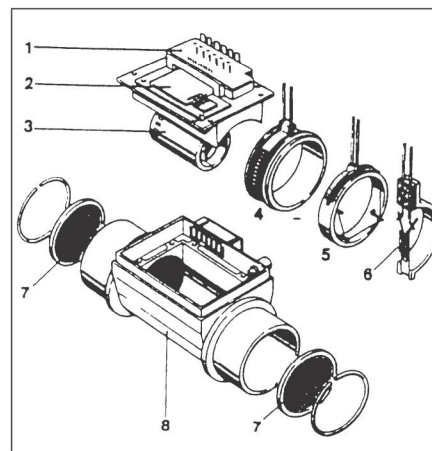

Рис. 3.23. Измеритель расхода воздуха
Количество впрыскиваемого топлива определяется ЭБУ-КСУД (17) в зависимости от объема и температуры поступающего воздуха, частоты вращения коленчатого вала двигателя, а так же от температуры охлаждающей жидкости. Основным параметром, определяющим дозировку топлива, является объем поступающего (засасываемого) воздуха, регистрируемый измерителем расхода воздуха термоанемометрического типа, обеспечивающий измерение массы поступающего воздуха независимо от атмосферного давления и температуры воздуха. Поступающий воздушный поток обтекает тонкую платиновую нить нагрева (5, см. рис. 3.23), установленную в измерителе. Нить накаливается является частью (плечом) мостовой схемы, напряжение на диагонали которой регулируется на дутье путем изменения тока нагрева. Температура нагрева нити поддерживается постоянной с помощью электронной системы управления. При увеличении массы всасываемого воздуха соответствующим образом автоматически возрастает ток накала, сохраняя тем самым постоянно температуру нити, компенсируя охлаждение, вызванное потоком воздуха. Ток накала служит мерой массы поступающего воздуха, всасываемого двигателем. Параметром определяющим массовый расход воздуха поступающий в двигатель, является напряжение, необходимое для поддержания постоянной температуры нити накаливании. В течение одной секунды, после каждого выключения двигателя по команде с ЭБУ-КСУД нить